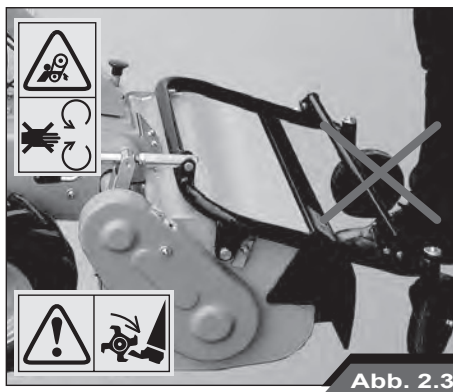

Abb. 2.3
- Vor dem Anlassen der Maschine immer sicherstellen, dass sich keine Personen in der Nähe des Messerrotors (Abb. 2.3) aufhalten. Beim Gebrauch des Mulchers sicherstellen, dass sich im Wirkungskreis von 10 Metern keine Personen aufhalten. Bei der Arbeit auf Böden mit vielen Steinen oder auf Böden mit anderen Hindernissen sollte ein Großteil der Steine oder Hindernisse vor Beginn der Arbeit entfernt werden. Trotz der Schutzvorrichtungen besteht die Gefahr, dass Steine oder andere Gegenstände in Richtung Bediener oder sich in der Nähe aufhaltender Personen geschleudert werden.